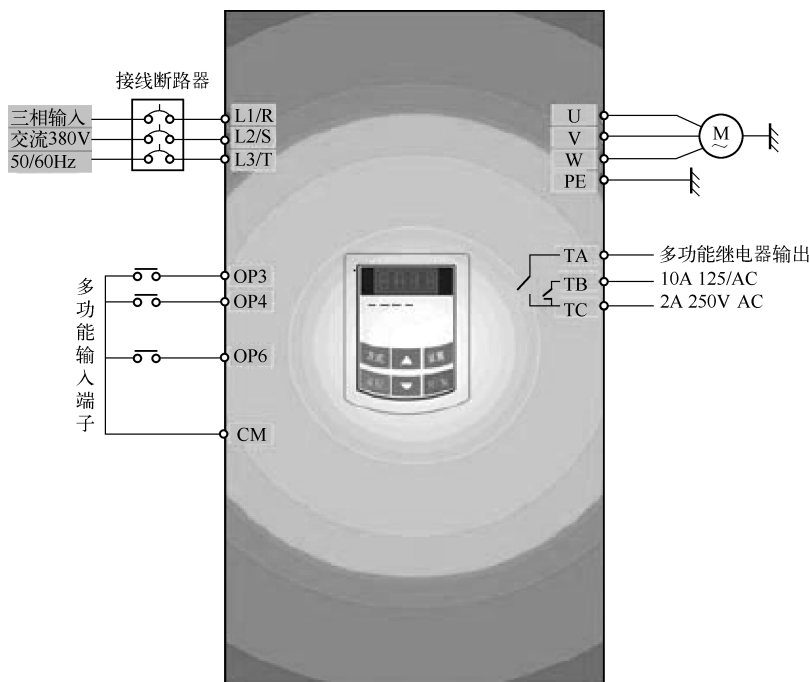

图 6-12 用控制面板进行频率设定，用控制端子进行正/反转启动、停止的接线
⑤ 按运行键，启动变频器运行。
- ⑥ 在运行中，可按动▲或▼键，修改变频器当前频率。
- ⑦ 按“停/复”键一次，电动机减速，直到停止运行。
- ⑧ 断开空气开关，变频器断电。
- (2) 用控制面板进行频率设定，用控制端子进行正/反转启动、停止的操作过程。
- ① 按图 6-12 配线，检查接线正确后，合上空气开关，变频器上电。